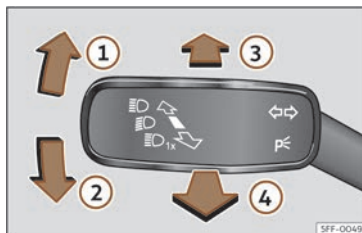

Fig. 100 Levier des clignotants et des feux de route (selon les versions).
- À partir de la position de base, poussez vers l'avant le levier des clignotants et des feux de route >>> **fig. 100 ③**.
- **OU** : avec l'assistant des feux de route activé, tirez vers l'arrière le levier des clignotants et des feux de route >>> **fig. 100 ④**.